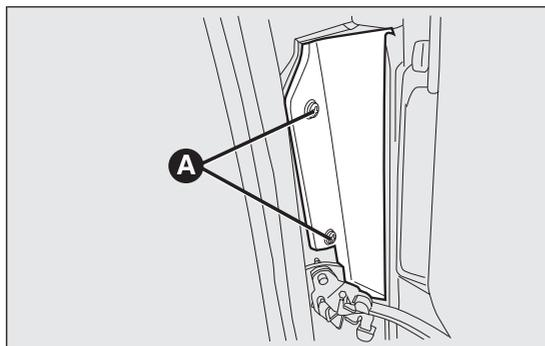
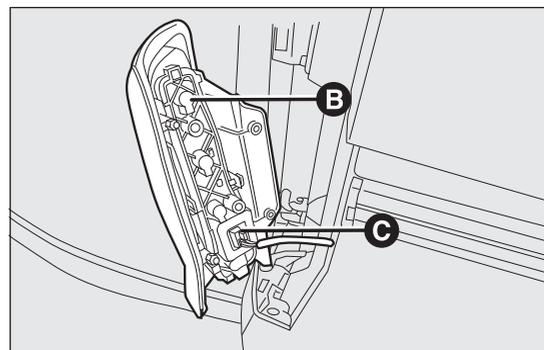

fig. 140
fig. 141
- svitare le viti A fig. 140 in modo da accedere al gruppo ottico B fig. 141;
- sfilare il connettore C fig. 141.